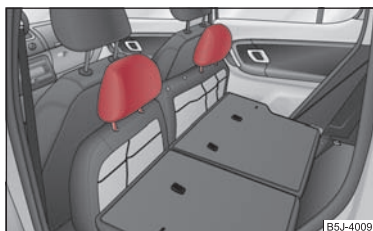

Abb. 53 Rücksitze: Kopfstützen in den Sitzflächen
- Die Kopfstützen können in die entsprechenden Öffnungen der vorgeklappten Sitzflächen eingesteckt werden ⇒ Abb. 53.